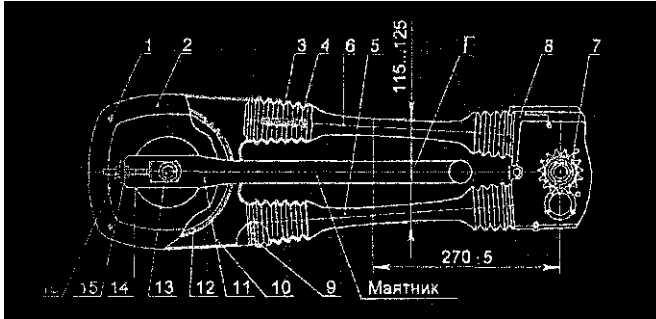

Рис. 18. Главная передача
4) отпустите контргайки тяги и при помощи гаек тяг установите натяжение цепи так, чтобы на расстоянии 270 ± 5 мм от оси ведущей звездочки при сжатии ветвей цепи в вертикальной плоскости расстояние между наружными краями чехлов (размер Г, рис.18) было равно 115...125мм.;